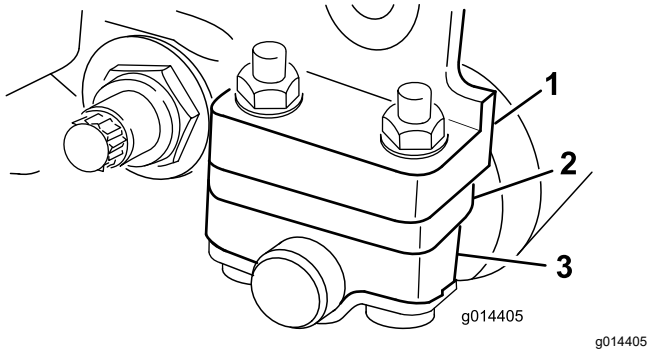

图 12
1. 按照 剪草高度和底刀选择表 \(页码 12\) 通过将所需数量的隔片放置在侧板安装法兰 (图 12) 下方将后滚轮支架调整到所需的剪草高度范围。